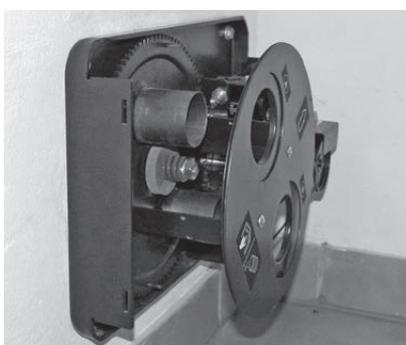

Fig. 22 Avvitare saldamente l'unità di commutazione
- ▶ Avvitare saldamente l'unità di commutazione con 4 viti per telaio 8 x 60 e rondelle da 8 – Fig. 22.